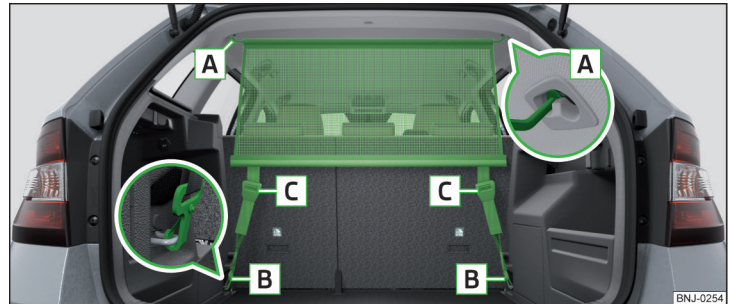

Abb. 114 Netztrennwand hinter den Rücksitzen
- › Die Querstange in die Aufnahme **A** » Abb. 114 erst auf der einen Seite einsetzen und nach vorn drücken. Auf gleiche Weise die Querstange auf der anderen Fahrzeugseite in die Aufnahme **A** einsetzen.